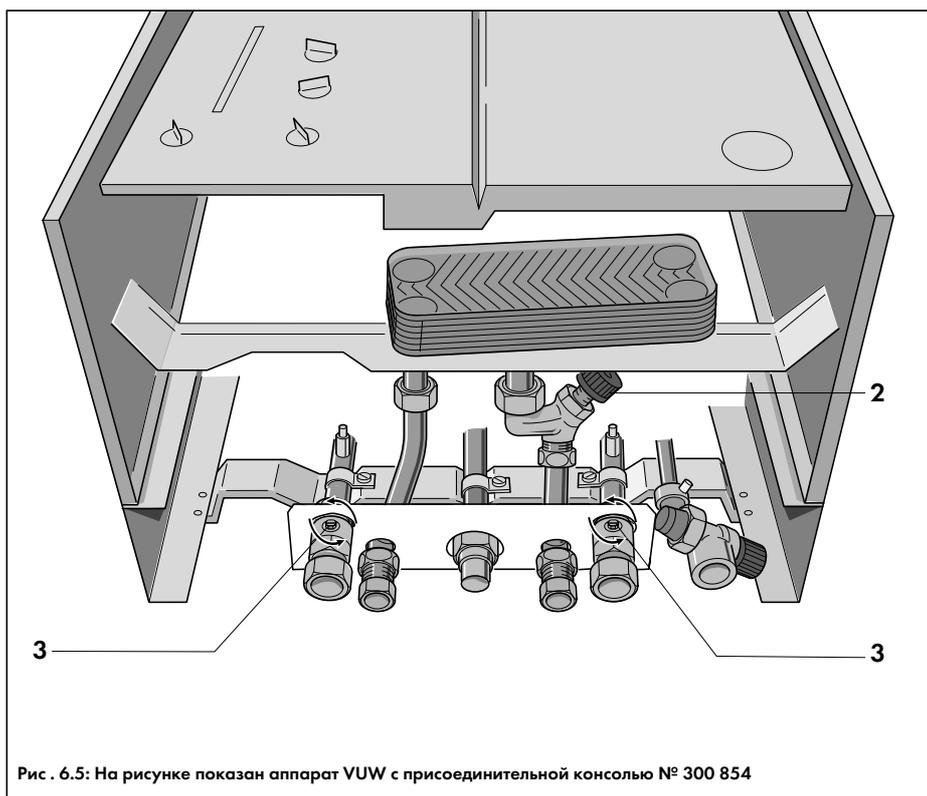

Рис. 6.5: На рисунке показан аппарат VUW с присоединительной консолью № 300 854
- Открыть запорный кран\* холодной воды (2, рис. 6.5), поворачивая его влево;
- Открыть сервисные краны отопительного контура (3, рис. 6.5);